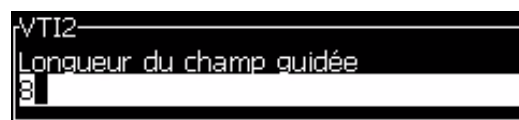

Figure 5-27: Boîte de dialogue Longueur du champ d'invitation
- 8 Appuyez sur la touche *Entrée* pour ouvrir la fenêtre Longueur du champ d'invitation (consulter Figure 5-27).